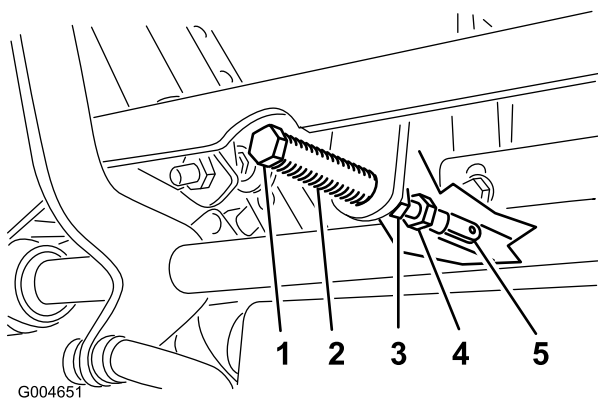

Figura 63
5. Tire hacia atrás de la palanca hasta que el pasador (en el brazo situado encima del eje pivotante) entre en contacto con el extremo de la ranura (empezando justo a tensar el muelle) (Figura 63).
7. Si es necesario un ajuste, afloje la tuerca y la contratuerca contra la horquilla (Figura 63).
8. Aplique una ligera presión hacia atrás en la palanca de control de movimiento, y gire la cabeza del perno de ajuste en el sentido apropiado hasta que la palanca de control esté centrada en posición de bloqueo/punto muerto (Figura 63).
9. Apriete la tuerca y la contratuerca (Figura 63).
9. Apriete las contratuercas de las articulaciones esféricas (Figura 63).